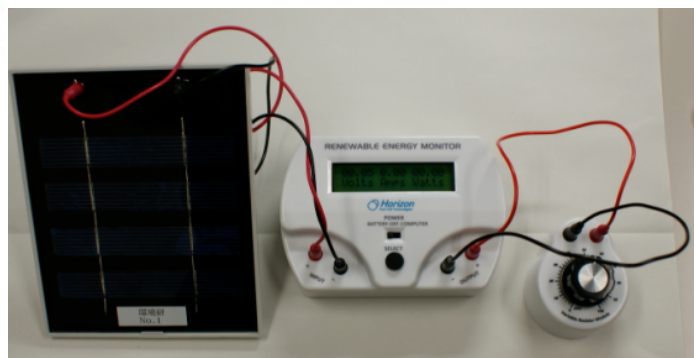

図 2. 再生可能エネルギーモニター
- ③ 端子台を取り外して，再生可能エネルギーモニター（図 2）を接続する．この時，ソーラーパネルからのケーブルは INPUT 側に，OUTPUT 側には LED 装置を接続する．